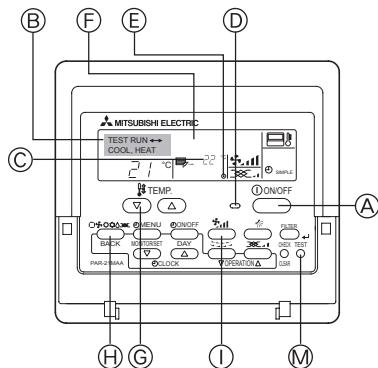

Fig. 6-1
6.2.1. Verwendung der verdrahteten Fernbedienung (Fig. 6-1)